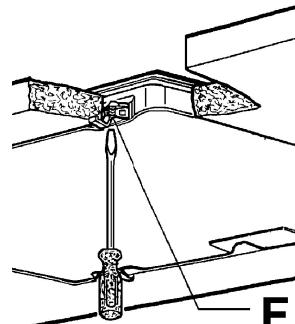

FIG. 7
- bloquer l'appareil en serrant les vis "F" de fixation des crochets (voir fig. 7).